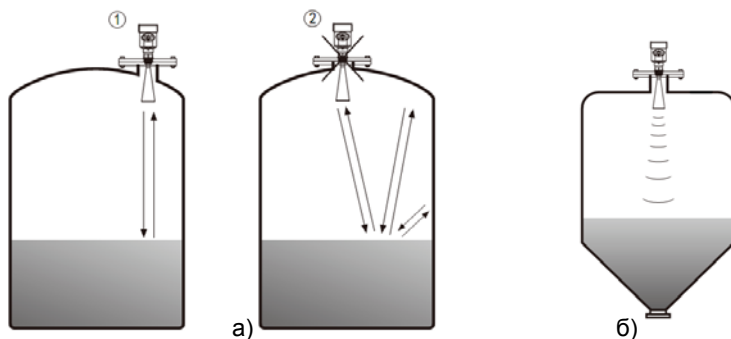

Рис.4.5. Монтажа уровнемера на емкости.
7. Не рекомендуется устанавливать радарный уровнемер по центру резервуара с конической (полусферической) крышей, в таком случае возможно детектирование ложного эхо-сигнала (см. рис. 4.5 а). Допускается устанавливать радарный уровнемер ЭЛМЕТРО-РПУ на резервуар с плоской крышей по центру. В этом случае не возникает ложных отражений (см. рис. 4.5 б).